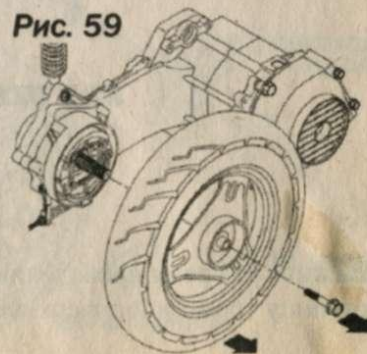

Рис. 59
- Открутить гайку оси заднего колеса (рис. 59).
- Снять заднее колесо (рис. 59).